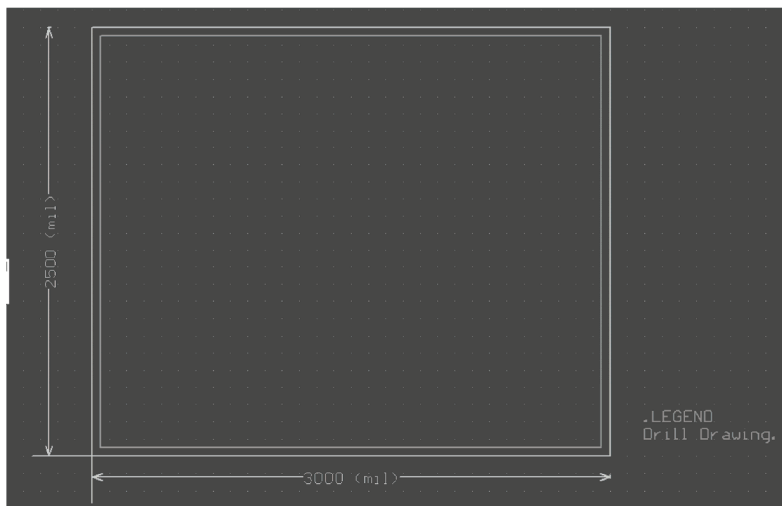

图 6-23 新生成的 PCB
9) 单击“Next”按钮，最后弹出完成对话框，此时单击“Finish”按钮完成设计印制电路板的过程，如图 6-23 所示，该印制电路板为已经规划好的板，可以直接在上面放置网络和元器件。
1) 打开已经创建的 PCB 文件，本实例的 PCB 文件如图 6-23 所示。